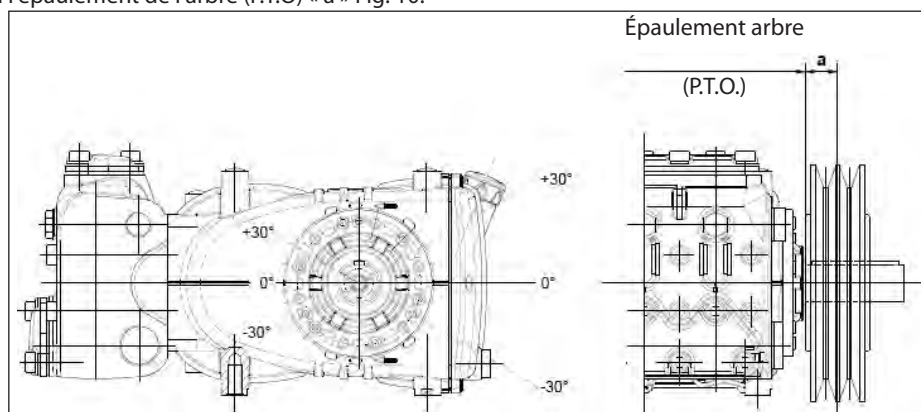

Fig. 10
La charge radiale sur l'arbre ne doit pas être supérieure à 3000 N (valeur nécessaire pour la définition du plan). La transmission est considérée appropriée si une telle charge est appliquée à une distance maximum de  $a=30$  mm de l'épaule de l'arbre (P.T.O) comme l'indique la Fig. 10.
- b) Utiliser des courroies à haut rendement - par exemple **XPB** au lieu de **SPB** - car il sera nécessaire d'avoir une quantité inférieure de courroies égales à la puissance transmise et par conséquent une distance inférieure de la résultante par rapport à l'épaulement de l'arbre (P.T.O.) « a » Fig. 10.
- e) Contrôler la direction de la tension de la courroie comme l'indique la Fig. 10 : pour d'autres nécessités, contacter le **Bureau Technique** ou le **Service d'Assistance Clients**.